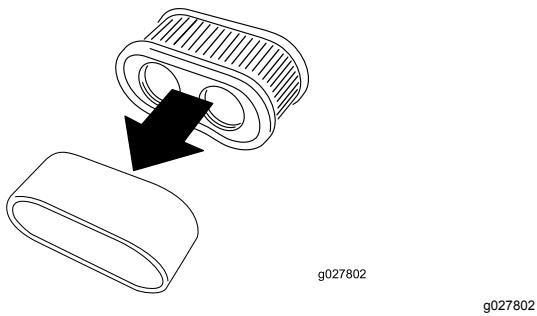

Figura 43
5. Separe el elemento de gomaespuma del elemento de papel (Figura 43).